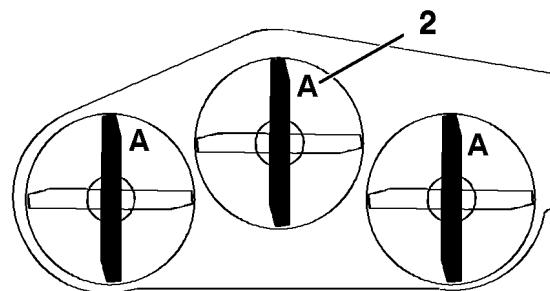

Figura 82
3. Gire las cuchillas hasta que los extremos estén orientados hacia adelante y hacia atrás (Figura 82). Mida desde una superficie nivelada hasta el filo de corte, posición A, de las cuchillas (Figura 82). Anote esta dimensión.